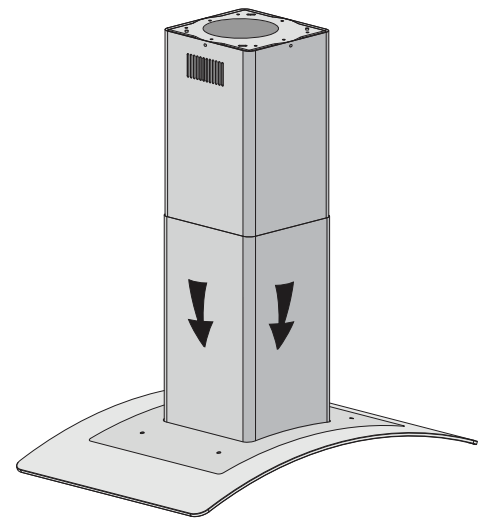

Figure 10
- Après avoir terminé toutes les étapes d'installation ci-dessus, retirez le crochet S et posez la cheminée inférieure. Voir figure 10.